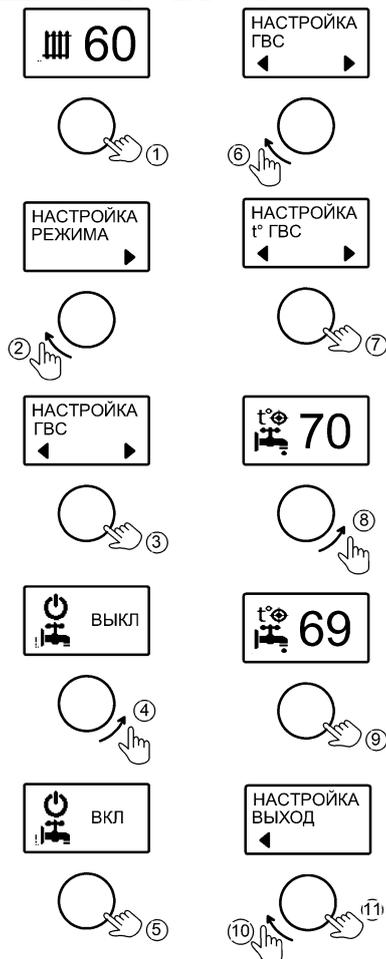

Рисунок 10. Настройка режима «ГВС»
10.4 Вкладки «ГВС» и «ТЕМПЕРАТУРА ГВС» предусмотрены для включения/выключения режима ГВС и настройки температуры (см. рис. 10). Индикация «ВКЛ» означает разрешение на работу режима ГВС. Индикация
Активация режима и выбор температуры горячей воды показано на рис. 10.